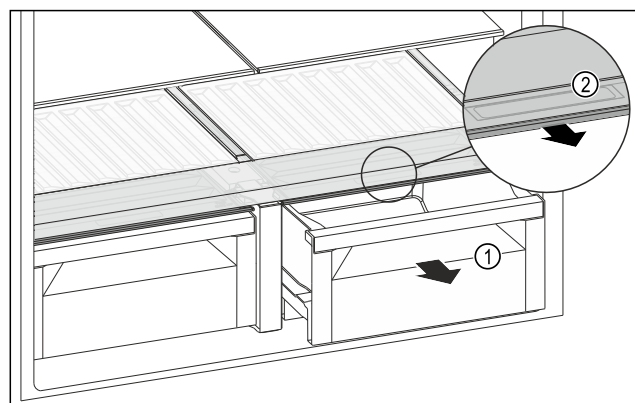

Fig. 142
- ▶ Извлеките выдвижной ящик Fig. 142 (1).
- ▶ Возьмитесь за утопленную ручку Fig. 142 (2) на крышке отделения и одновременно потяните крышку отделения вперед.